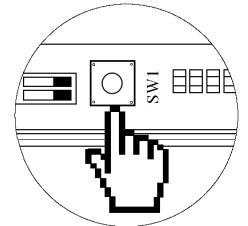

Fig. 56
Una vez direccionada todas las centrales de la instalación, **debemos guardar la configuración de la instalación** en el módulo. Para ello realice una pulsación corta en SW1 (Fig. 56) ⑬. Si realiza cualquier modificación en la instalación, recuerde guardar la nueva configuración.